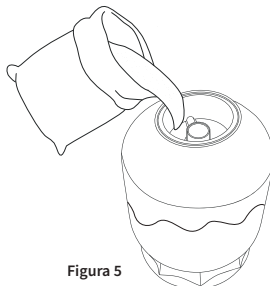

Figura 5
c. Coloque un poco de agua en el tanque y después empiece con el proceso de carga de arena, el agua evita que el impacto de la arena dañe las crepinas. Nivele la superficie de arena, es importante dejar libre de arena la parte superior del tanque (se recomienda llenar entre $\frac{1}{2}$ y $\frac{3}{4}$ de tanque) para dar lugar a la expansión de la arena durante el retrolavado (Ver figura 5).